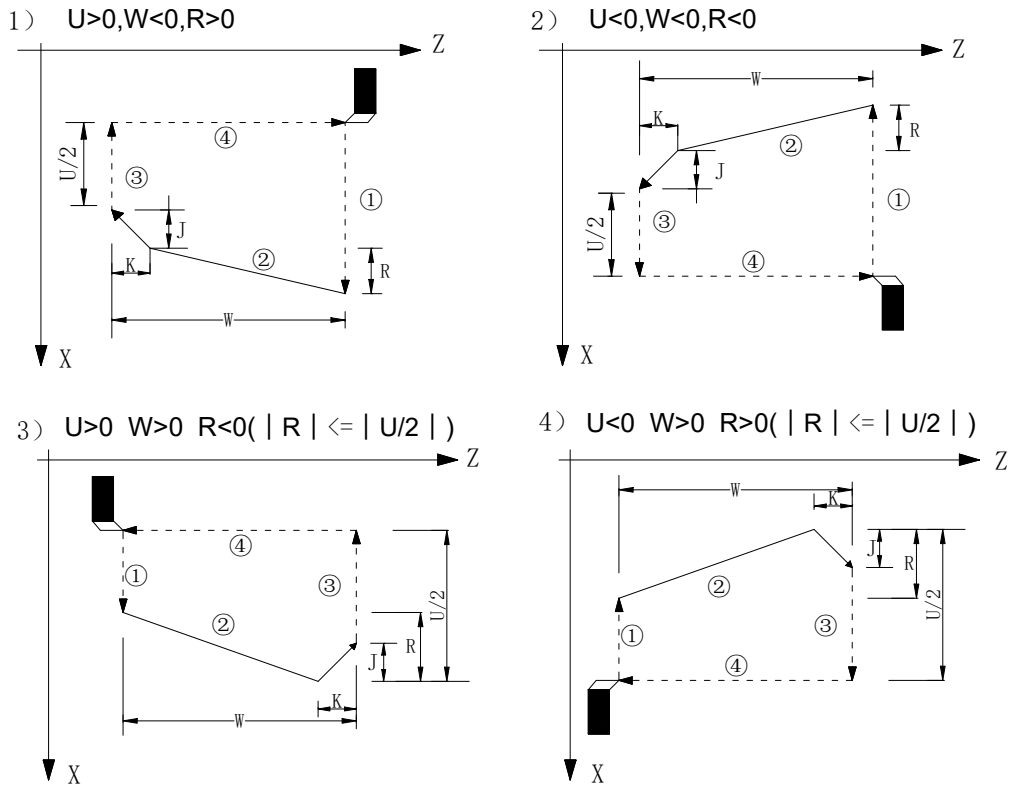

图 3-46
- ⑦ X轴快速移动到E点;
- ⑧ Z轴快速移动到A点, 螺纹粗车循环完成, 开始螺纹精车;
- ⑨ 快速移动到Be点(螺纹切深为  $k$ 、切削量为 $d$ )后, 进行螺纹精车, 最后返回A点, 完成一次螺纹精车循环;
- ⑩ 如果精车循环次数小于 $m$ , 转⑨进行下一次精车循环, 螺纹切深仍为 $k$ , 切削量为0; 如果精车循环次数等于 $m$ , G76复合螺纹加工循环结束。
- U、W 的符号决定了A → C → D → E 的方向, R(i) 的符号决定了C → D 的方向。U、W 的符号有四种组合方式, 对应四种加工轨迹, 见图3-46。